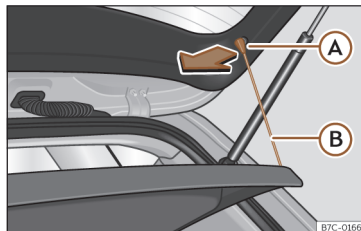

Fig. 158 Na bagageira: desmontar e montar a chapeleira.
- Desengate os tirantes de fixação >>> **Fig. 158** **B** dos alojamentos **A**.
- Engate os tirantes de fixação >>> **Fig. 158** **B** na porta da bagageira.